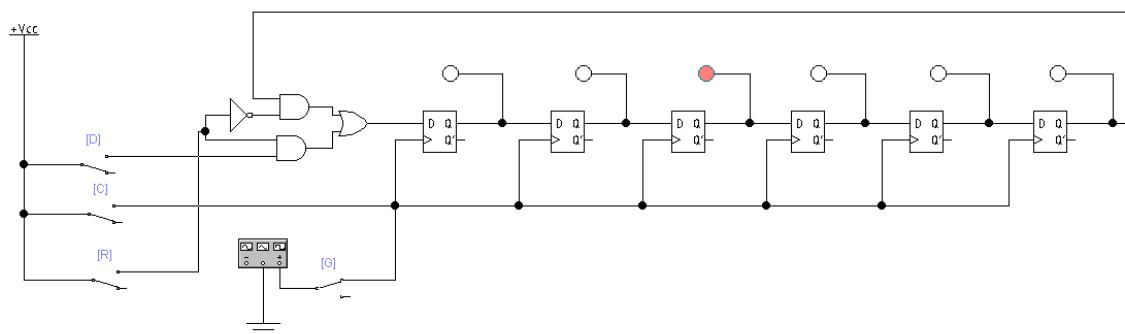

Fig. 3. Schema electrică a registrului ciclic cu deplasare directă.
3.1. Construiți schema prezentată în Fig. 3.